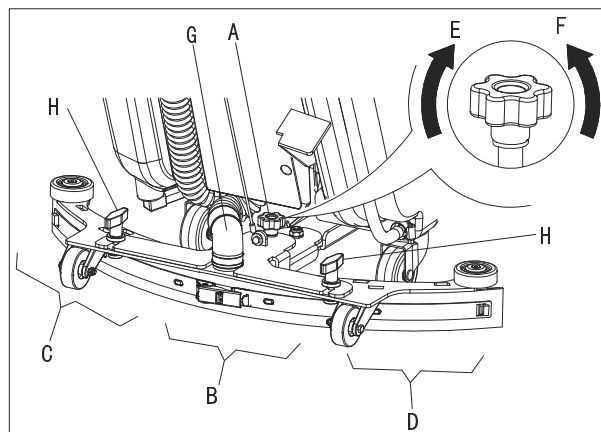

Figura 6
1. Instalați mopul și strângeți piulița (H), apoi conectați furtunul de aspirare (G) la mop.
2. Ajustați mopul cu ajutorul mânerului de ajustare (A, Figura 6).
- a) Dacă este un spațiu gol între podea și secțiunea din mijloc a lamei din spate a mopului (B) ajustați butonul (A) în direcția invers acelor de ceasornic (F) până când toată suprafața lamei din spate a mopului este în contact cu solul, iar lama din față atinge ușor solul.
- b) Dacă este un spațiu gol între podea și ambele capete ale lamei din spate a mopului (C și D) ajustați butonul (A) în direcția acelor de ceasornic (E) până când toată suprafața lamei din spate a mopului este în contact cu solul, iar lama din față atinge ușor solul.